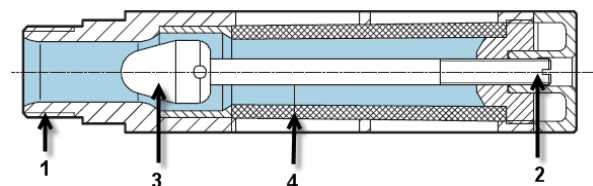

Fig.19. Smoorventiel
In dit geval maakt men gebruik van een smoorventiel (Fig. 19) dat voorzien is van externe schroefdraad (1) dat toelaat om het smoorventiel rechtstreeks in de ontluuchtingspoort van het ventiel te monteren. De regeling (2) gebeurt door een naald (3) meer of minder in het ontluuchtingskanaal te schroeven. Deze smoring is meestal voorzien van geluiddempend materiaal (4).